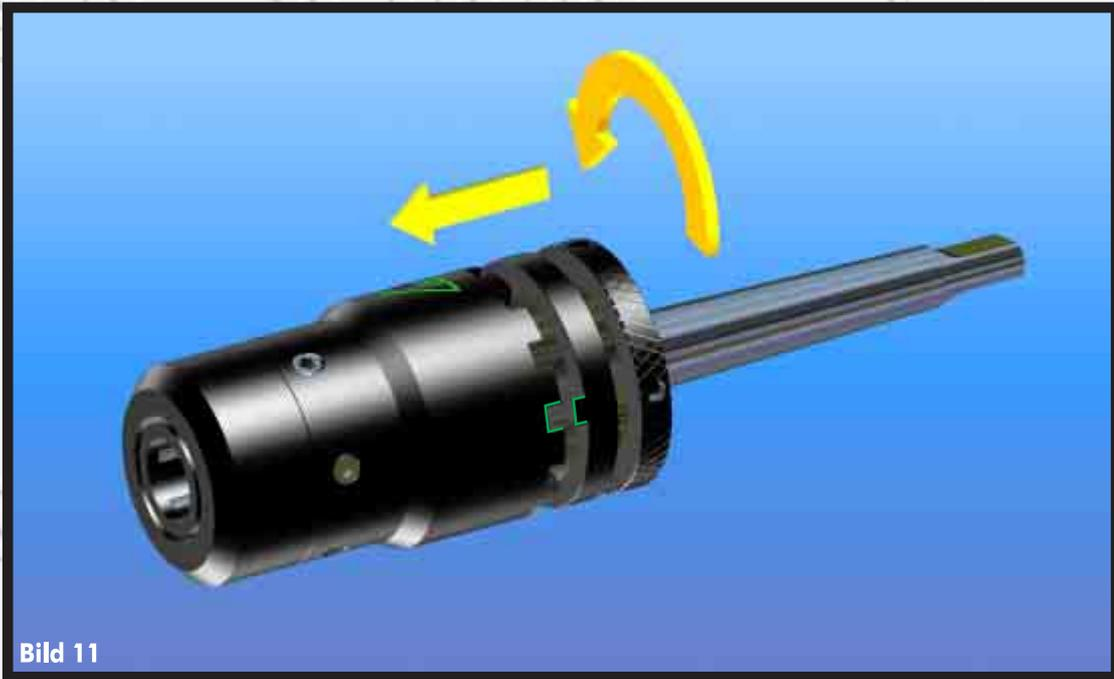

Bild 11
- > Schieben Sie den Rastring in die entsprechende Raste und sichern ihn durch Anziehen der Rastmutter (Bild 11).